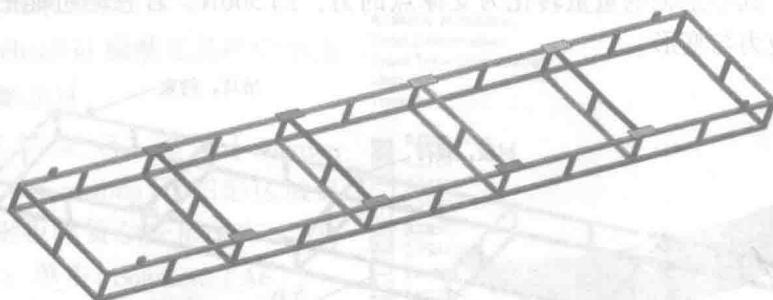

图 1-18 模型
(1) 在结构静力分析上，右键单击【Geometry】→【Import Geometry】→【Browse】，找到模型文件 Tooling.x_t，打开导入几何模型。模型文件在 D:\AWB\Chapter01 文件夹中。
(2) 在结构静力分析上，右键单击【Geometry】→【Edit Geometry in DesignModeler...】，进入 DesignModeler 环境。
(3) 在模型详细信息栏里单击【Detail View】→【Operation】，选取【Add Frozen→Add Material】。在工具栏中单击【Generate】完成导入显示，如图 1-18 所示。